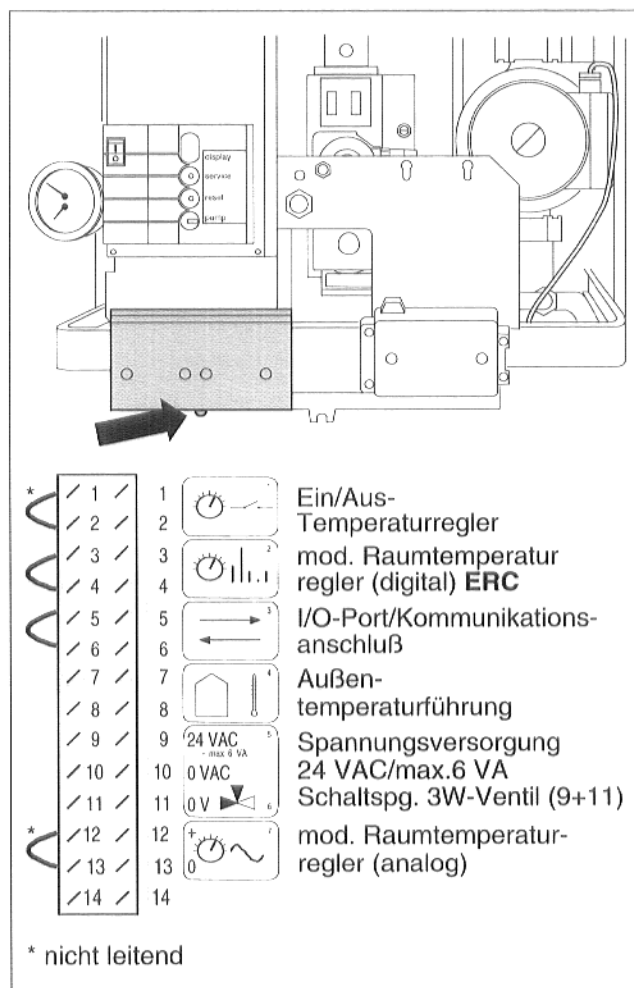

Abb. 7 Anschluß Regelgerät
- Halteschraube des Klemmenkastens zwei Umdrehungen lösen (Abb. 7).
- Brücke entfernen und Regelgerät an der Klemmenleiste nach Schaltplan anschließen (Abb. 7).